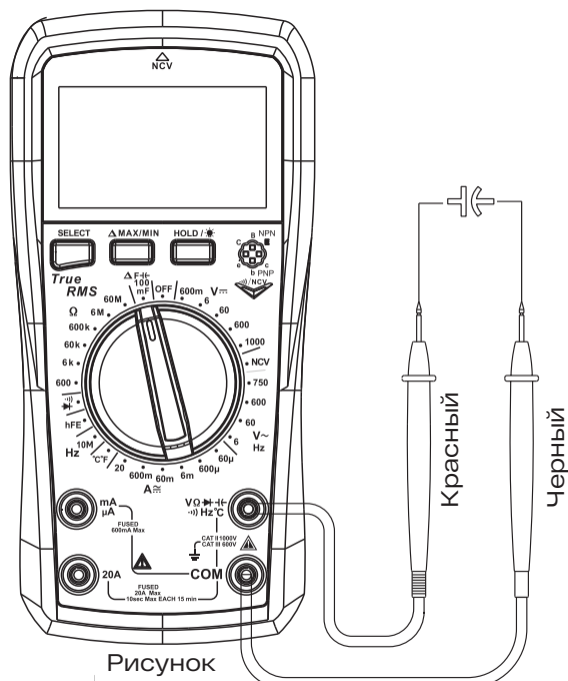

Рис. 6. Измерение емкости
6. Измерение емкости (см. рис. 6).